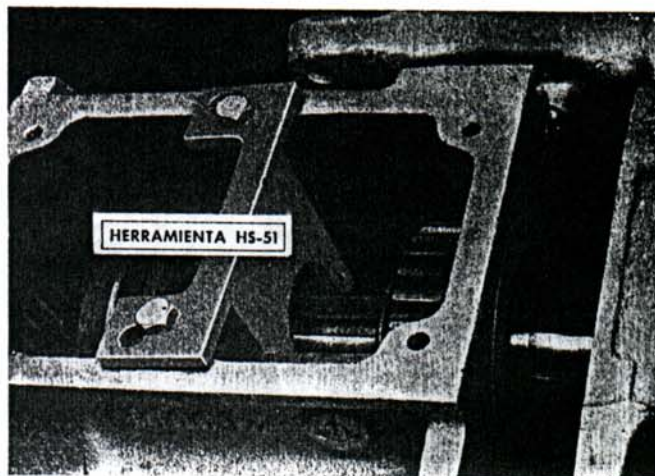

Fig. 74. — Separando la caja de transferencia de la caja de velocidades, con la placa retén del eje principal HS-51 instalada.
- 2º) Instalar la herramienta HS-51 (Fig. 74), y sacar los cinco bulones que unen ambas cajas.